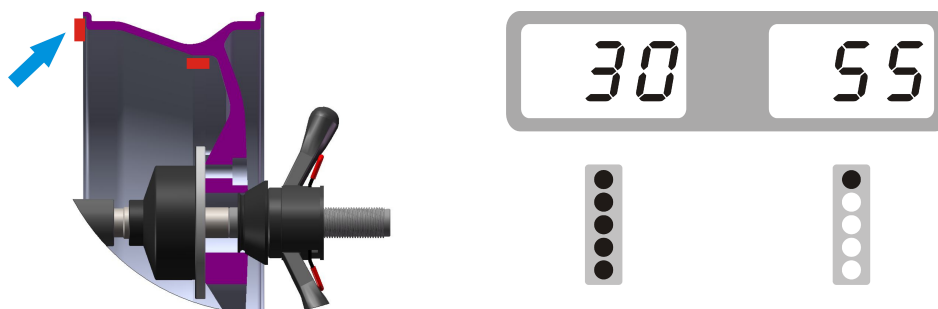

図7
5.2.6. 内側のアンバランス表示が完全に点滅するまで、反時計回りに手でタイヤをゆっくり動かします。この時リム内側の12時の位置(9H=off)または9時の位置(9H=on)が、アンバランスポイントの位置です。重りの位置はアイコンによって示され、対応する重りは図7のように正しい位置に付けます。